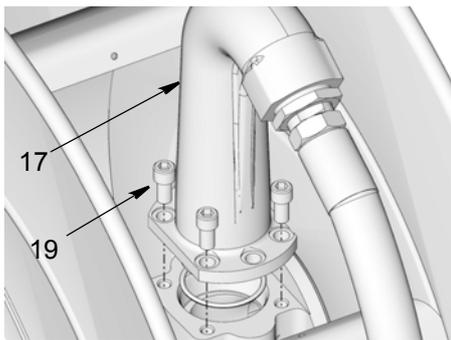

FIG. 34
2. Schrauben (19) und Auslass (17) von Trommel entfernen (FIG. 34).